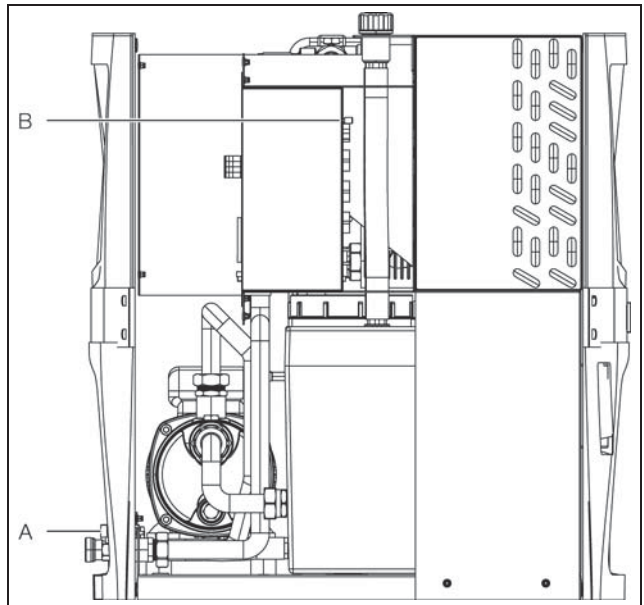

Fig. 47 : Passage de câble de la sonde de température ambiante
- Insérer le câble de raccordement dans le passage de câbles supplémentaire prévu à cet effet (fig. 47, pos. 4) dans le refroidisseur d'eau.